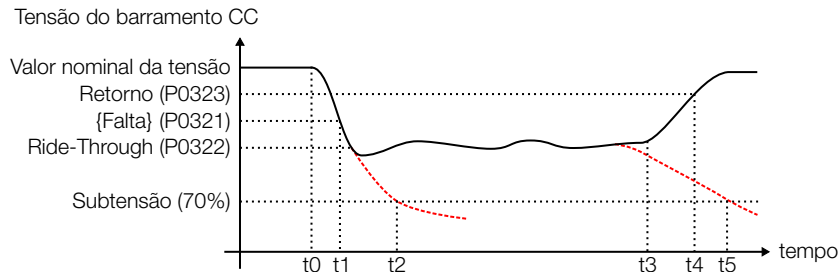

Figura 5.40: Atuação da função Ride-Through em Modo Vetorial
- Caso a rede não retorne, o conjunto permanece nesta condição o maior tempo possível (depende do balanço energético) até a ocorrência da subtensão (F0021 em t5) neste instante o disjuntor de entrada é aberto e o relé de pré-carga é acionado. Se a rede retornar (t3) antes da ocorrência da subtensão, o inversor detecta o retorno da mesma quando a tensão Ud atinge o nível “Ud retorno rede” (t4). O motor é então reacelerado, seguindo a rampa ajustada, desde o valor da corrente da velocidade até o valor definido pela referência de velocidade ativa Figura 5.40 na página 5-74).